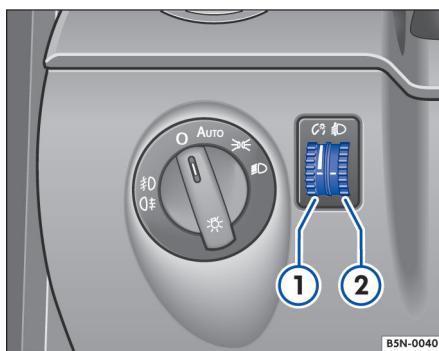

图 72 在方向盘旁边：仪表和开关照明的调节器 ① 以及大灯照明距离调节的调节器 ②
① 仪表和开关照明
在车灯已接通的情况下，仪表和开关照明的亮度可以通过转动调节器 → 图 72 ① 无级调节。
② 大灯照明距离调节
要调节时转动调节器 → 图 72 ②: